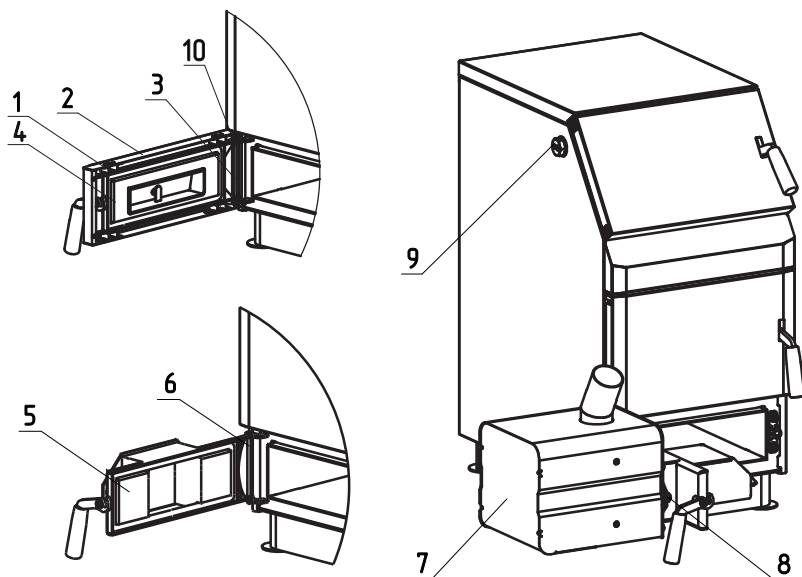
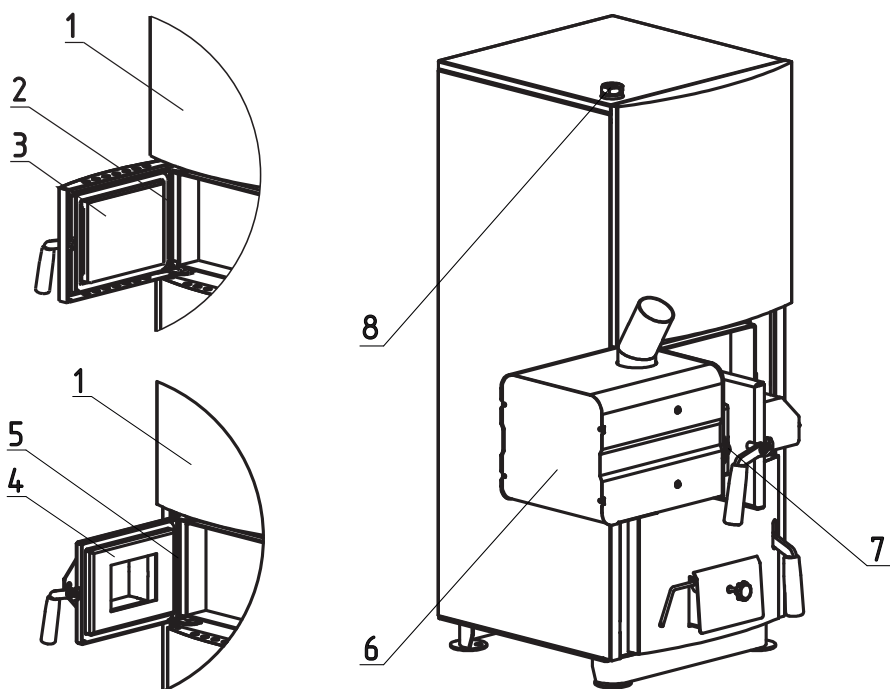

Рис. 7 Порядок установки двери на твердотопливные котлы Master/Master X 14, 20; Тополь-М 14, 20, 30; Тополь ВК 16, 22, 32
Рис. 8 Порядок установки двери на твердотопливные котлы ZOTA Mix 20 и ZOTA Mix 31,5
- Открутите 4 самореза (Рис.7, поз.1), откиньте обшивку дверцы (Рис.7, поз.2), снимите стопорную шайбу (Рис.7, поз.10) (В котлах Master X обшивки и стопорной шайбы нет) извлеките ось (Рис.7, поз.3) и снимите дверцу зольную (Рис.7, поз.4).
- Далее установите адаптер горелки (Рис.7, поз.5) и зафиксируйте его осью (Рис.7, поз.6).
- Установите горелку (Рис.7, поз.7) на котел и зафиксируйте её гайками (Рис.8, поз.8).
- Для установки гильзы под датчики температуры и перегрева снимите пробку или тягорегулятор (если установлен) и установите гильзу (Рис.7, поз. 9) в освободившееся отверстие.
- Снимите панель (Рис.8, поз.1), извлеките ось (Рис.8, поз.2) и снимите дверцу загрузочную (Рис.8, поз.3).
- Далее установите адаптер горелки (Рис.8, поз.4) и зафиксируйте его осью (Рис.8, поз.5). Затем установите на место панель (Рис.8, поз.1).
- Установите горелку (Рис.8, поз.6) на котел и зафиксируйте ее гайками (Рис.8, поз.7).
- Для установки гильзы под датчики температуры и перегрева снимите пробку или тягорегулятор (если установлен) и установите гильзу (Рис. 8, поз. 8) в освободившееся отверстие.